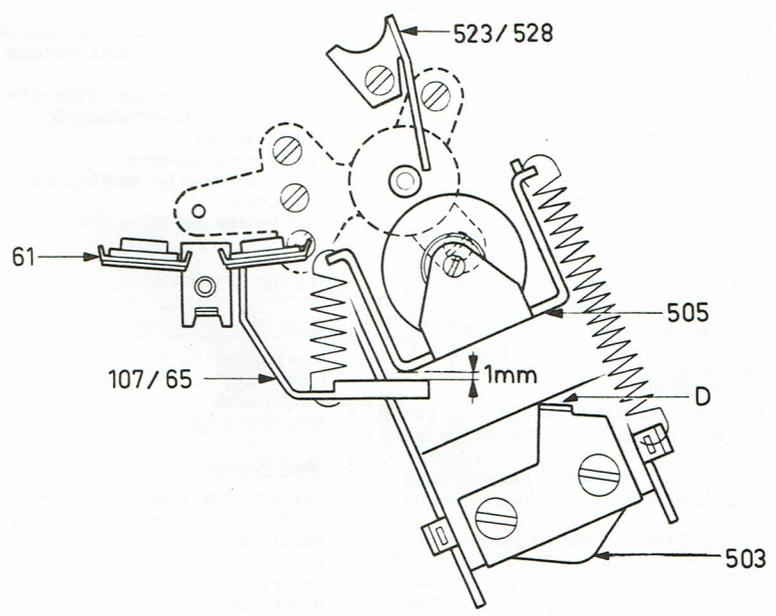

Fig. 13
Galets presseurs (voir fig. 13)
Etrier de redressement de la bande (voir fig. 13)
Feutres (voir fig. 13)
- Recourber la butée pour le commutateur "cueing" (D, fig. 13) pour que la distance entre le galet presseur et le cabestan soit d'env. 2 mm lorsque le bouton du "cueing" est enfoncé.